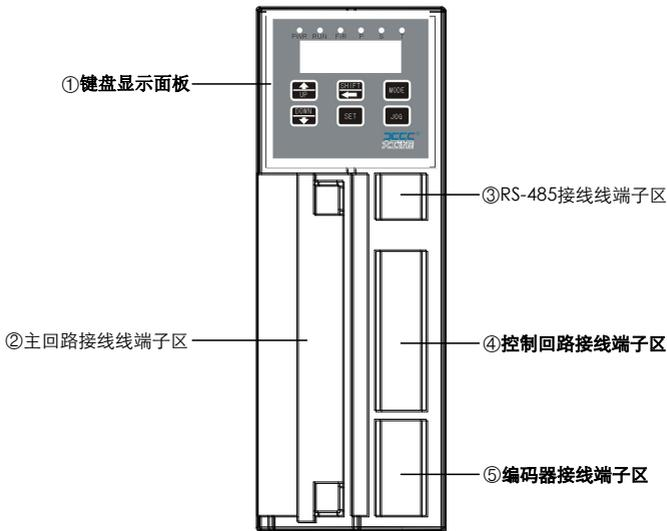

图 1-4-1 外部结构特征
CUS100 系列伺服驱动器外部结构特征如图 1-4-1 所示。①: 键盘显示面板; ②: 主回路接线端子区; ③: 485 接线端子区; ④: 控制回路接线端子区; ⑤: 编码器接线端子区。